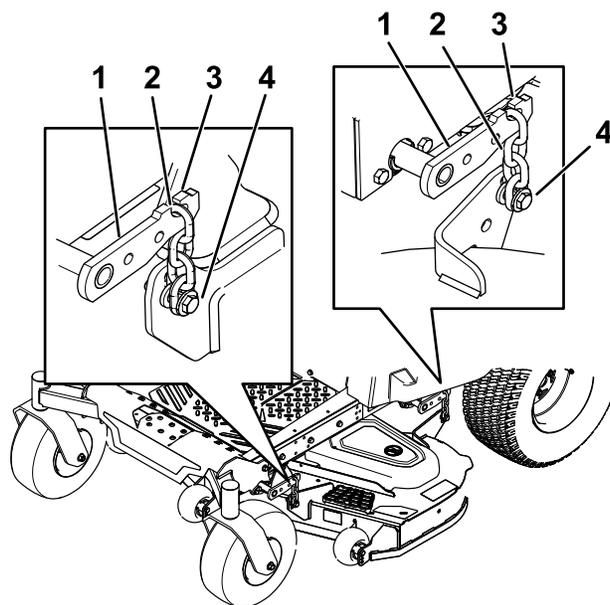

**Figura 66**
- Retire la chaveta y la arandela que sujetan el pasador de enganche al bastidor y a la carcasa; retire el pasador de enganche (Figura 66).
9. Sujete el perno de enganche con las chavetas y las arandelas que retiró anteriormente (Figura 66).